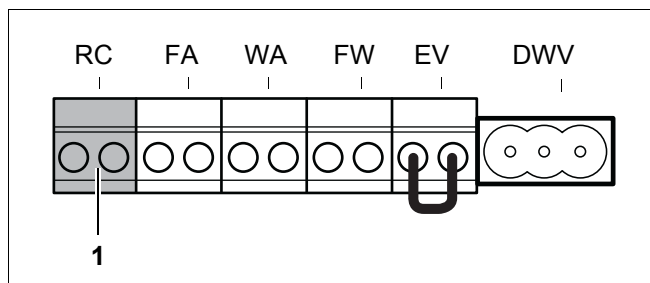

Fig. 51 Regletă Telecomandă de cameră RC și EMS-Bus (culoare de racord portocalie)
- Racordați cablul de racord al lui EMS-Bus la ștecherul portocaliu al regletei pentru racordarea bornelor (Fig. 51, **Poz. 1**).